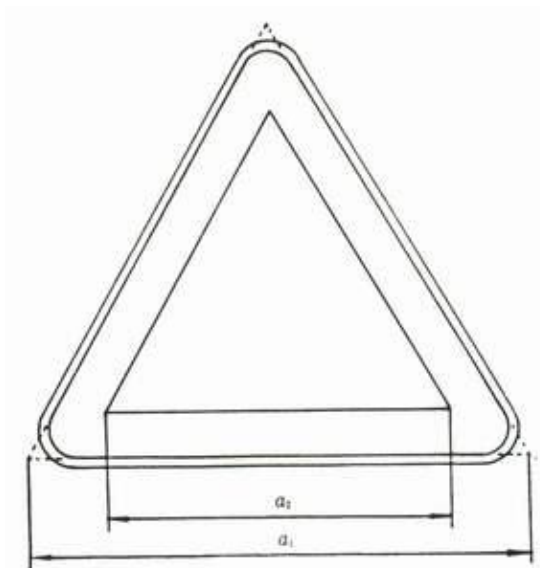

图2 警告标志的基本型式
5.2.1 警告标志的基本样式是正三角形边框, 如图 2 所示。